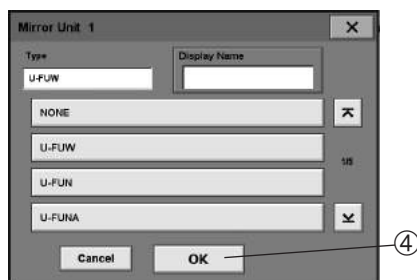

Рис. 12
3. Зарегистрируйте модуль зеркал, установленный в данный момент на BX63, для каждого зеркала и номера. Коснитесь одного из используемых номеров модуля зеркал ③, чтобы открыть экран [Mirror Unit] (модуль зеркал) для данного номера (рис. 12).
4. Выберите тип модуля зеркал и коснитесь кнопки **OK** (готов) ④, чтобы зарегистрировать тип.